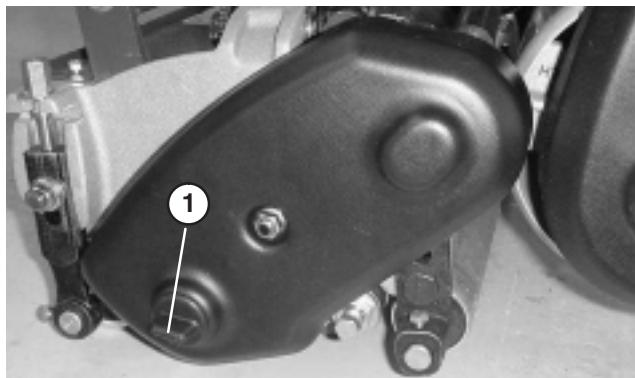

Figure 52
1. Retirez le bouchon du couvercle de l' entraînement du cylindre du côté gauche de l'ensemble cylindre (Fig. 52).